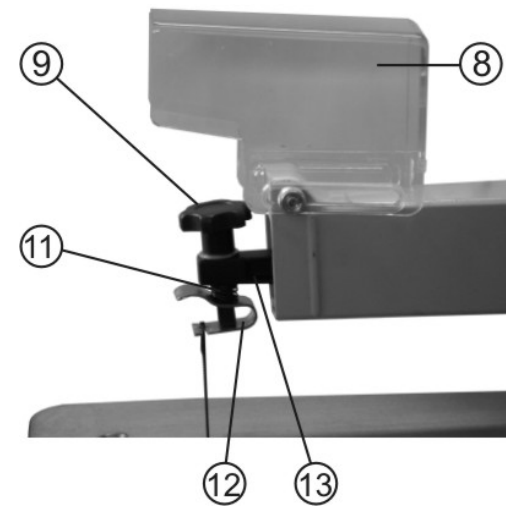
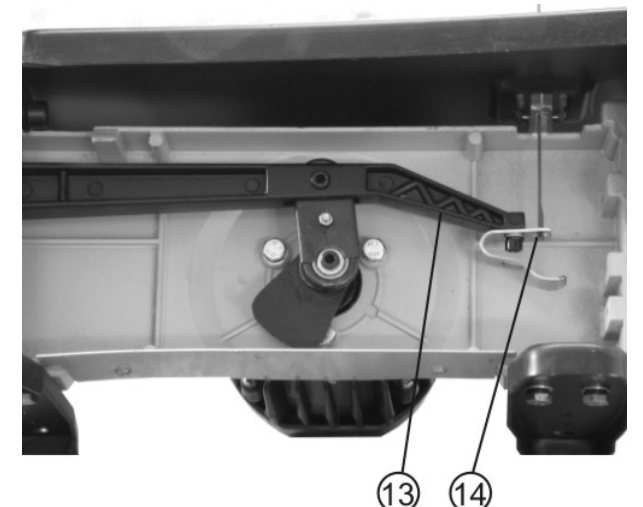

Рис.2
Рис.3
9.1. Поднимите в верхнее положение ограждение пильного полотна (8), Рис. 2.
9.2. Ослабьте натяжение пильного полотна поворотом винта регулировки натяжения пильного полотна (9) против часовой стрелки до полного ослабления натяжной пружины (11), Рис.2.
9.3. Снимите кожух нижней части рычага, Рис. 3.
9.4. Приложив слабое давления вниз на верхнюю часть рычага, чтобы освободить пильное полотно, вытащите нижнюю часть пильного полотна, потянув его на себя из нижнего держателя (14) нижней части рычага (13), Рис.3. Затем вытащите пильное полотно из верхнего держателя (12) верхней части рычага (13), Рис.2.
9.7. Когда пильное полотно вставлено в держатели, его надо правильно натянуть. Для этого поворачивайте винт регулировки натяжения пильного полотна (9) по часовой стрелке, пока натяжная пружина (11) не будет полностью сжата, Рис.2. Проверьте еще раз, чтобы убедиться, что штифты пильного полотна установлены правильно сверху и снизу в держателях пильного полотна.